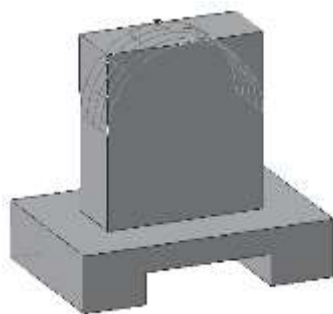

Рис. 12.8
- Укажите скругляемые ребра щелчком **ЛКМ** по ребру (рис. 12.8). Если несколько ребер требуется скруглить одинаковым радиусом, то целесообразнее их указывать сразу. В этом случае расчеты при построении модели будут